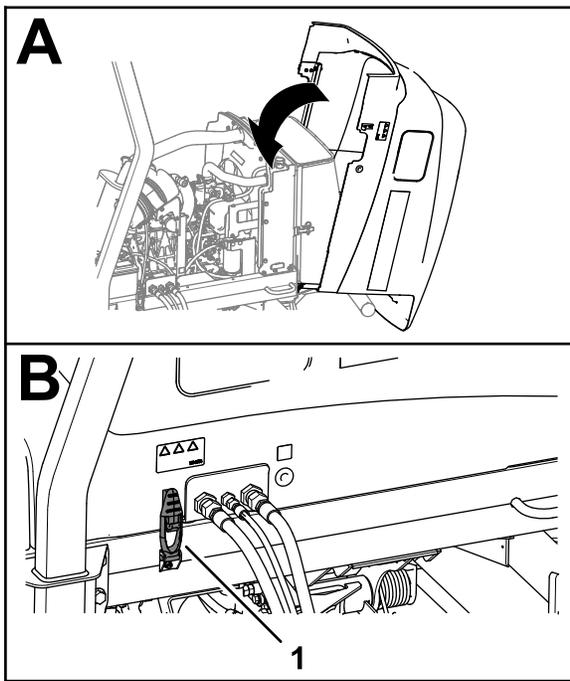

Bild 101
1. Schließen Sie die Haube vorsichtig (Bild 101).